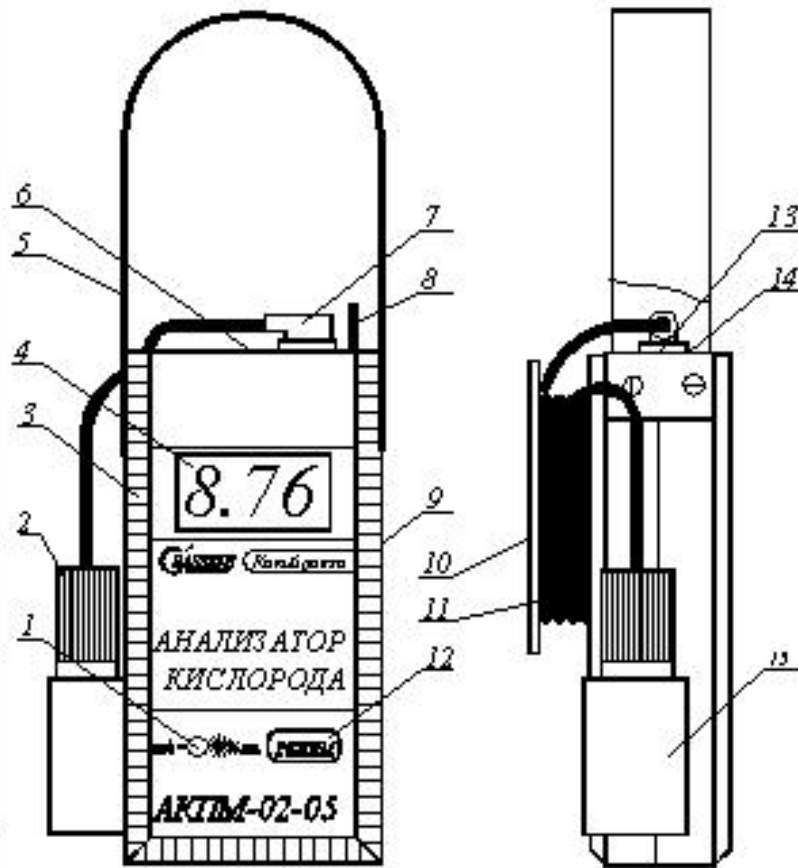
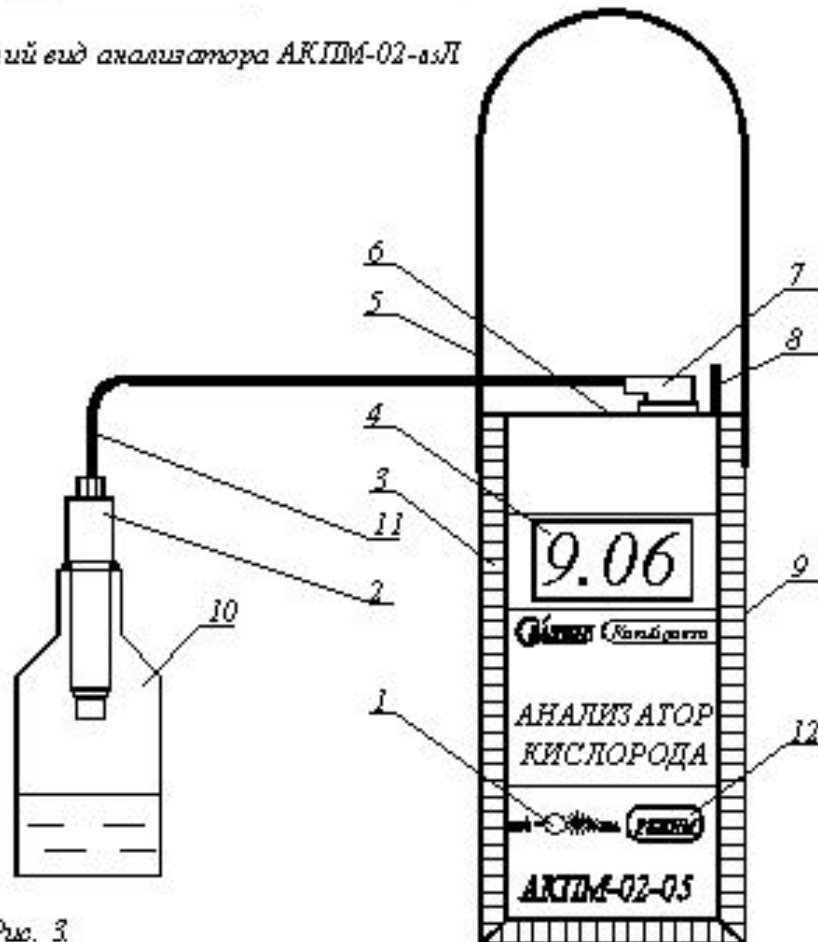

Рис. 2.
Рис. 3
12.1.7. Установить кольцо 4 на боковую поверхность корпуса 2 и подсоединить вилку амперометрического сенсора 7 (см. рис. 2, 3) к соответствующей розетке анализатора.
12.1.9. Установить АСрО₂ НЖЮК 943119.000-05 в "калибровочную" склянку (см. рис. 3). АСрО₂ НЖЮК 943119.000-05К установить в футляр 15 (см. рис. 2)
1. К розетке 7 (см. рис. 2) подключить имитатор нуля (входит в комплект поставки). С помощью клавиши «Режим» перевести анализатор в режим измерения «мг/л». Показания анализатора должны быть равны нулю (в противном случае установить их равными нулю с помощью потенциометра 6 («Ноль»). К розетке 16 токового выхода анализатора (контакты 1 и 4) подключить миллиамперметр. С помощью потенциометра 17 («0/4 мА») установить показания миллиамперметра на значение 0.00 – 0.02 мА.
2. К розетке 7 (см. рис. 2) подключить имитатор “10.0” (входит в комплект поставки). После достижения устойчивых показаний произвести их отсчет и запомнить. Потенциометром 9 “КАЛИБРОВКА” установить показания анализатора на значение 10.0 ± 0.05 . С помощью потенциометра 18 («5/20 мА») установить показания миллиамперметра на значение 5 мА. Установить потенциометром 9 “Калибровка” показания анализатора на прежнее значение.
2. К розетке 7 (см. рис. 2) подключить имитатор “10.0” (входит в комплект поставки). После достижения устойчивых показаний произвести их отсчет и запомнить. Потенциометром 9 “КАЛИБРОВКА” установить показания анализатора на значение 10.0 ± 0.05 . С помощью потенциометра 18 («5/20 мА») установить показания миллиамперметра на значение 20 мА. Установить потенциометром 9 “Калибровка” показания анализатора на прежнее значение.
1. К розетке 7 (см. рис. 2) подключить имитатор нуля (входит в комплект поставки). С помощью клавиши «Режим» перевести анализатор в режим измерения «мг/л». Показания анализатора должны быть равны нулю (в противном случае установить их равными нулю с помощью потенциометра 6 («Ноль»). К розетке 16 токового выхода анализатора (контакты 1 и 4) подключить
2. К розетке 7 (см. рис. 2) подключить имитатор “10.0” (входит в комплект поставки). После достижения устойчивых показаний произвести их отсчет и запомнить. Потенциометром 9 “КАЛИБРОВКА” установить показания анализатора на значение 10.0 ± 0.05 . С помощью потенциометра 18 («5/20 мА») установить показания миллиамперметра на значение 16 мА.